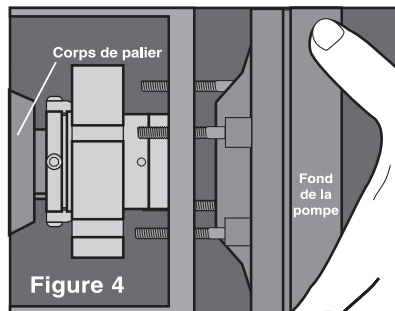

Figure 4
6.5 **Installer le fond de la pompe** (chambre d'étanchéité) et le boulonner en position sur le corps de palier. Voir figure 4.